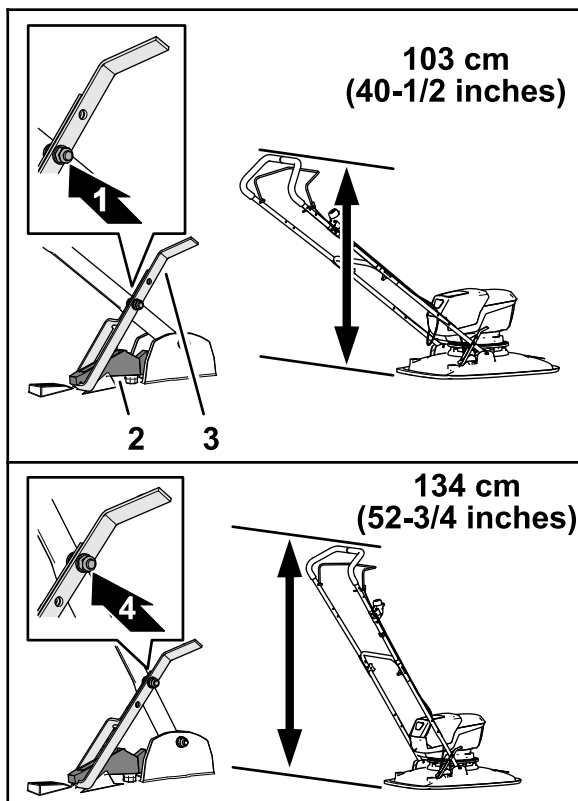

Рисунок 3
1. Визначте висоту руків'я, коли стопор закріплено на кронштейні верхнього упора (Рисунок 3).